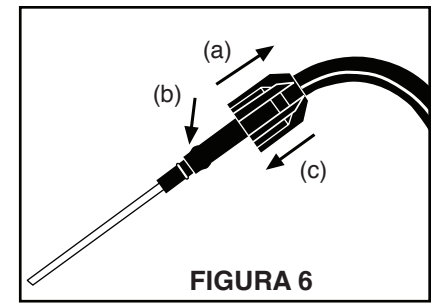

FIGURA 6
- Paso 2. Conexión de la manguera al tanque. (Figura 6)